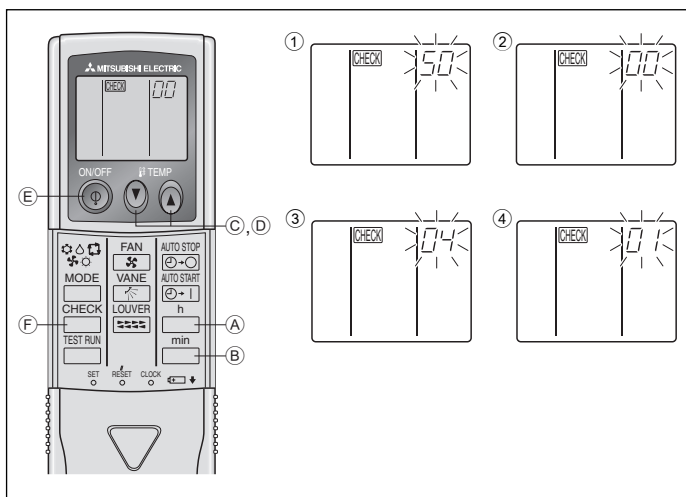

Fig. 6-9
- ⑧ Pulse el botón MODE (E) para que el modo y el número de configuración (I) y (II) estén continuamente activados y se pueda confirmar el contenido de la configuración.
- ⑨ Mantenga simultáneamente presionados los FILTER (A) y TEST RUN (B) durante dos segundos por lo menos. La pantalla de selección de funciones desaparecerá momentáneamente y aparecerá la visualización de desconexión (OFF) del acondicionador de aire.
2) Para controlador remoto inalámbrico (Fig. 6-9)